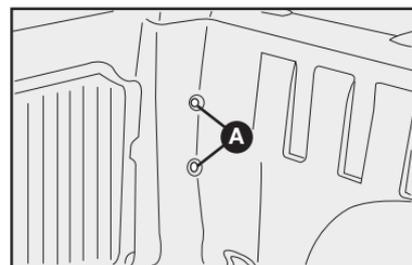

fig. 59
2) Utilizando un destornillador, saque los tornillos de fijación del portalámparas **A-fig. 59**, en el compartimiento de carga.